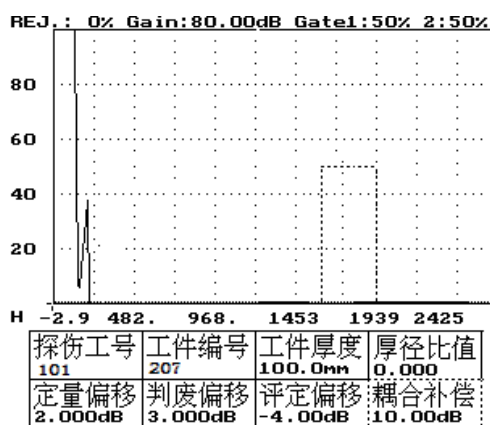

图 8-1
- 4、按方向键——将虚框移到耦合补偿参数上。如图 8-1 所示。